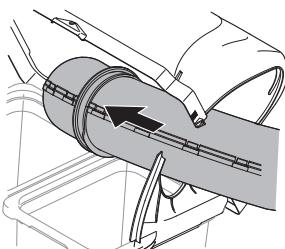

Figura 28
- Con la cubierta del colector abierta, instale el canal de descarga superior a través de la abertura del canal de descarga, como se indica en la Figura 28.